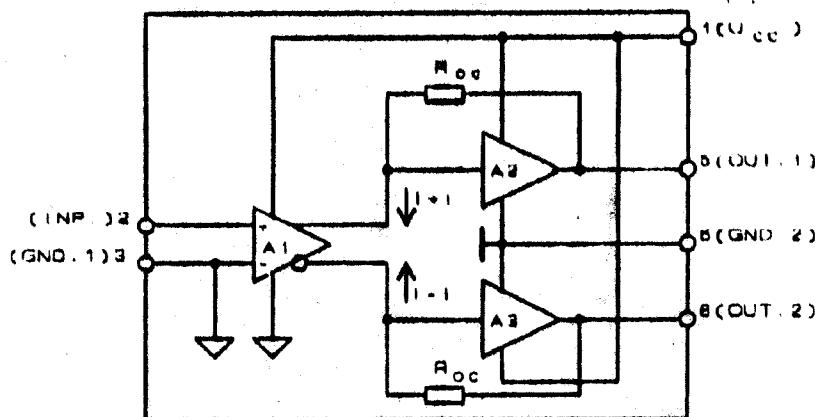

Рис.1.Функциональная схема .
2.2. Функциональная схема усилителя представлена на рис.1.